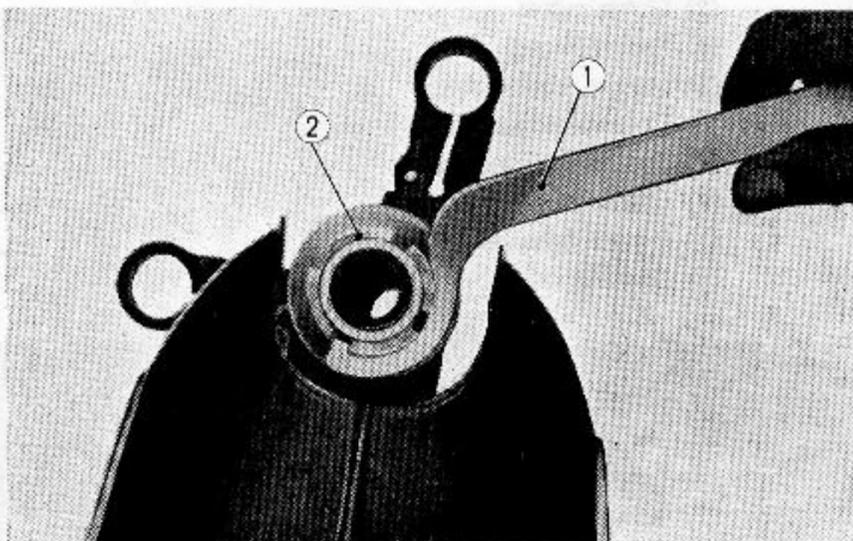

Abb. 4.23 Schaftrohrmutter lösen
- (1) Obere Gabelbrücke nach Angaben in Abschnitt 4.1A ausbauen.
- (2) Vorderradstoßdämpfer nach Angaben in Abschnitt 4.2A ausbauen.
- (3) Schaftrohrmutter mit 36 mm Hakenschlüssel lösen und das Schaftrohr von unten herausziehen. (Abb. 4.23)